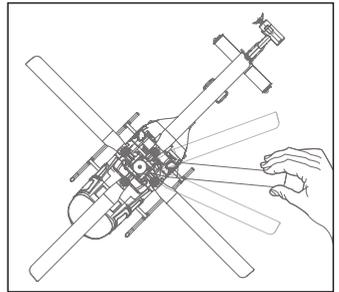

図3. 機体を上から見た図
1. プロペラを固定するネジを締め付け過ぎると機体が振動してうまく飛びません。プロペラが抜け落ちる事のない状態で左右に自由に動く状態が正常です。(図3)